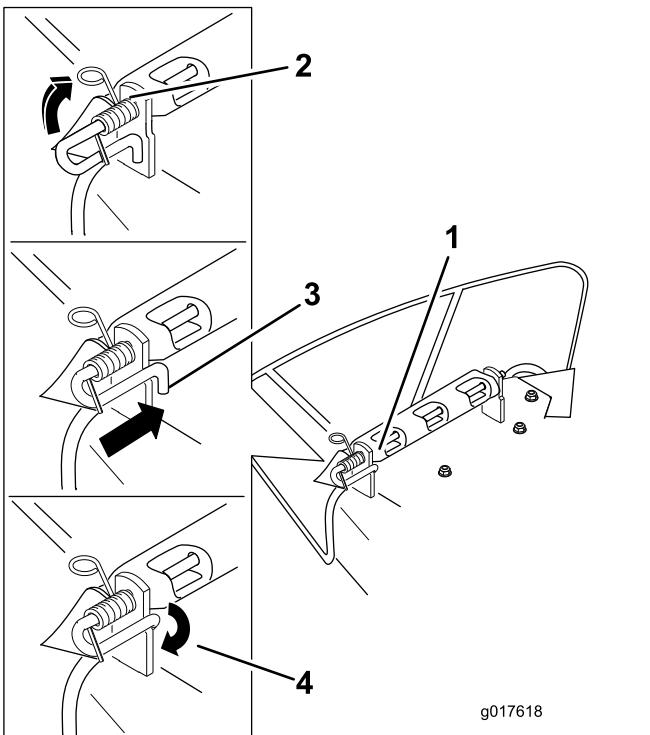

Figura 67
- Coloque el nuevo deflector de descarga con los extremos de los soportes entre los soportes soldados de la carcasa, según se muestra en Figura 67.
- Coloque el muelle en la varilla según se muestra en Figura 67, de manera que el extremo corto del muelle suba desde debajo de la varilla antes de la curva y pase por encima de la varilla después de la curva.
- Levante el extremo del muelle que tiene bucle y colóquelo en la muesca del soporte del deflector (Figura 67).
7. Fije el conjunto de varilla y muelle torciéndolo de manera que el extremo corto de la varilla pueda colocarse detrás del soporte delantero que está soldado a la carcasa (Figura 67).